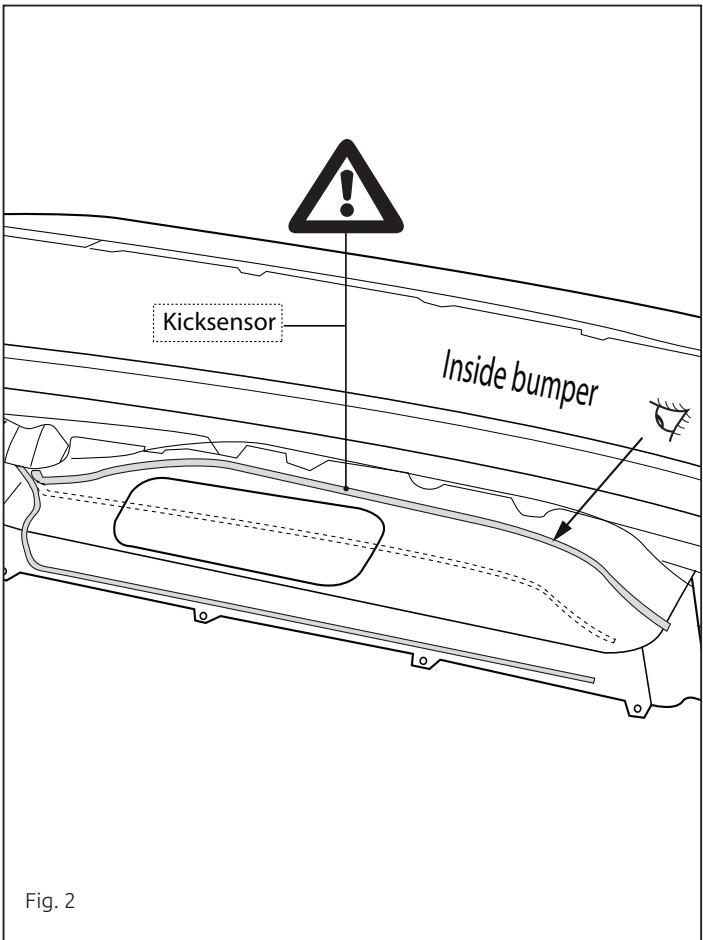

Fig. 2
- Внимание, если имеются:** Переместите датчик и установить его с новой двухсторонней лентой. См. рисунок 2